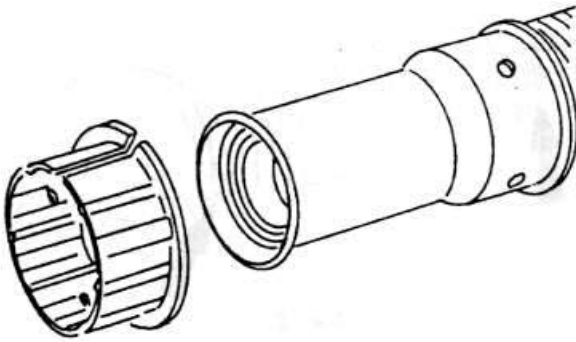

Рис. 5.8
- ♦ Снимите нижнюю направляющую втулку с трубы колонки (рис. 5.8).